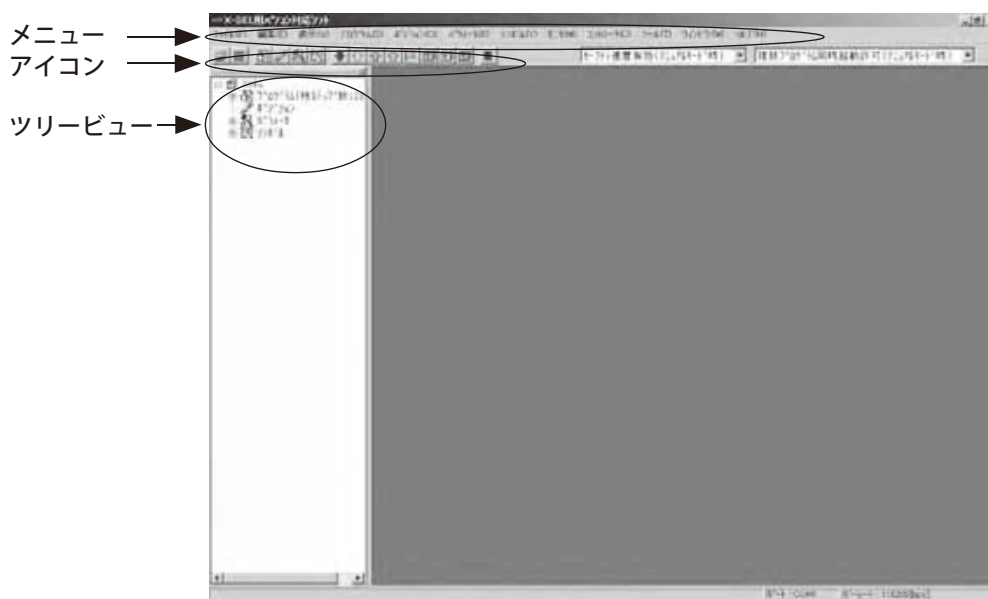

図 3.5 オンライン画面 (SSEL コントローラのプログラムモード時)
(5) SSEL コントローラのプログラムモード
本ソフトが起動すると、SSELコントローラのプログラムモードの場合は、図3.5に示されるメインのウィンドウが開かれ、メニューとツールバー上のアイコンが現れます。画面左側のツリービューは、メニューの「表示 (V)」→「ツリー表示 (T)」の操作により表示できます（初期画面：メインメニュー）。